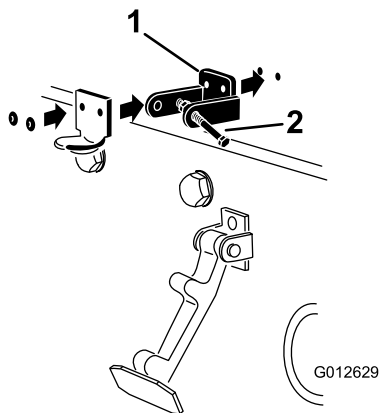

図 5
5. ブラケットとワッシャをフードにリベットで固定する (図 5)。